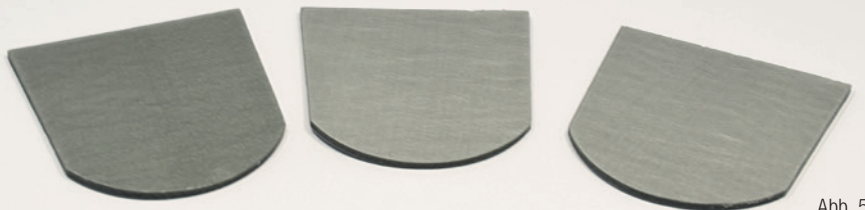

Abb. 5
**Abb. 5:** Die Aluwax-Profilplatten. **Abb. 6:** Bissgabel inklusive einer Waxplatte. **Abb. 7:** Oberseite der Bissgabel mit den Impressionen der Oberkieferzahnreihe. **Abb. 8:** Unterseite der Bissgabel mit den Impressionen der Unterkieferzahnreihe. **Abb. 9:** Die Bissgabel wird an den Gesichtsbogen angebracht. Die Patientin beißt in die Waxplatte.
Um all diese Informationen in nur einem Bissregistrat „speichern“ zu können, wurde eine völlig neue 3D-Bissgabel entwickelt, mit der es nun möglich ist, die Impressionen des Ober- und Unterkiefers gleichzeitig zu erfassen. Mit dieser 3D-Bissgabel wird die zeitgleiche Erfassung der Referenzebene, der Bisshöhe und Bisslage möglich. In diese Bissgabel werden vom Anwender genormte Aluwaxplatten mit einer definierten Stärke von 2,5mm eingebracht. Im Abrasionsgebiss können bis zu drei dieser 2,5mm starken Waxplatten verwendet werden. Damit kann das System auch bei Patienten mit starken Abrasionen von bis zu 7,5mm Anwendung finden (Abb. 5–9). Die Erfassung erfolgt erstmalig exakt parallel zur jeweiligen Referenzebene. Dadurch wird auch kein Gelenksupport bzw. Gesichtsbogengelenk mehr benötigt. Jeder Zahntechniker kennt sicher die Problematik, dass ein solches Gesichtsbogengelenk nicht immer in einem festen Zustand das Labor erreicht. Dieses Problem ist damit definitiv und sprichwörtlich gelöst. Nach der „Gesichtsbogenbissnahme“ wird der gesamte Gesichtsbogen inklusive der 3D-Bissgabel in den Transferstand (Transferunit) eingestellt. In dem Transferstand befindet sich zudem ein Übertragungstisch (Planesupport), der sowohl in der Höhe als auch in der Neigung verstellbar ist. Dieser Tisch wird so eingestellt, dass die Unterseite der 3D-Bissgabel inklusive des Aluwaxes auf dem Tisch flächig aufliegt. Die 3D-Bissgabel mit dem Aluwax